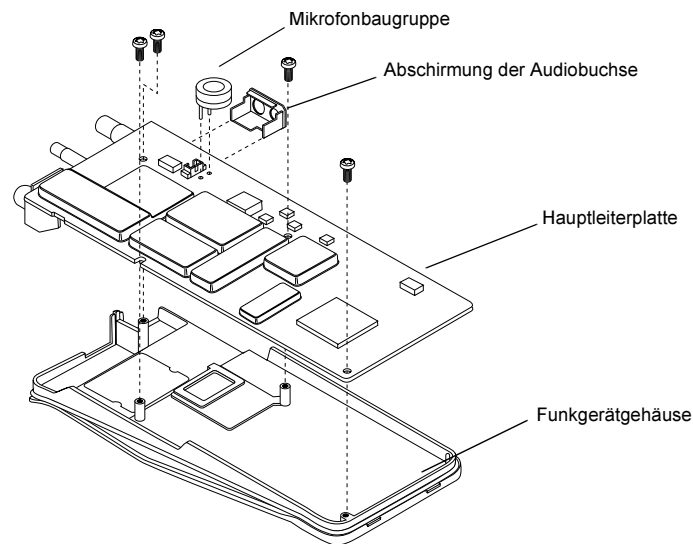

Abb. 2-7 Entfernen der Hauptleiterplatte vom Gehäuse
- Auseinandernehmen des Gehäuses (Abb. 2.7)
2. Entfernen Sie die vier Schrauben (Abb. 2-7), mit denen die Hauptleiterplatte am Gehäuse befestigt ist, mit einem Torx™-Schraubendreher T6 .
5. Heben Sie die Hauptleiterplatte vom Gehäuse ab (Abb. 2-7).